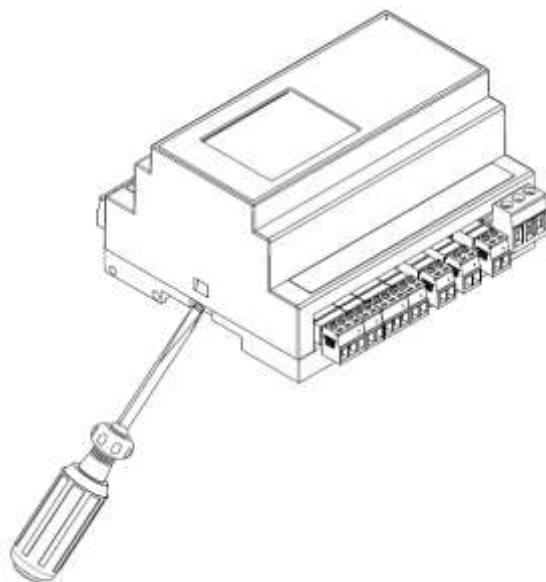

Рисунок 25 – Открытие защелки
3. Отверткой с плоским шлицем подцепите край торцевой поверхности крышки МИР-103М под защелкой у основания корпуса и аккуратно (чтобы не повредить шлейф клавиатуры, расположенный под крышкой) приподнимайте отвертку, пока край крышки не отделится от основания корпуса (см. рисунок 25).